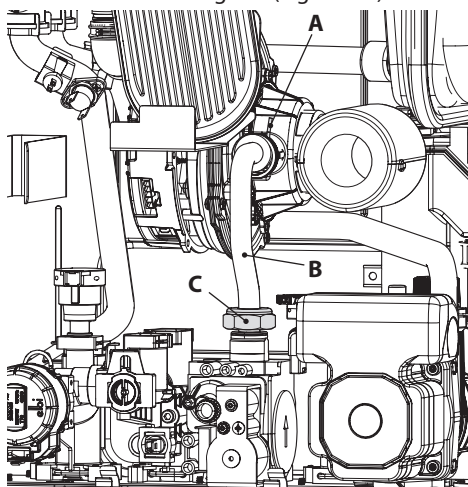

Figura 8.1
- Togliere la forcina **A**, svitare il girello **C** ed estrarre il tubo del gas **B** (Figura 8.1).
! Attenzione per rimontare eseguire le operazioni effettuate in senso inverso, stando attenti a non rovinare la guarnizione OR del tubo gas quando si inserisce il tubo nel mixer aria/gas ed eseguire la prova di tenuta gas dopo aver stretto il girello del tubo gas (Figura 8.1).